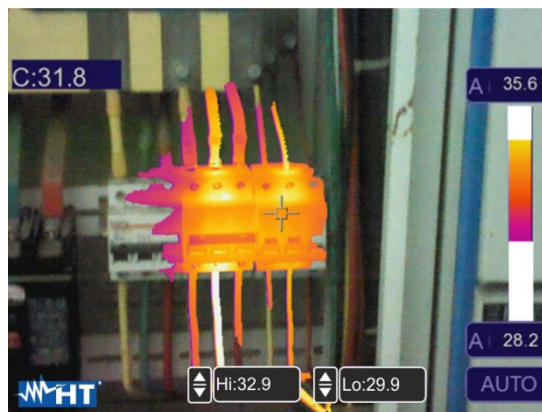

Abb. 40: Auswahl Visueller Bereich
11. Berühren Sie die Felder "Hi" und "Lo" im unteren Teil des Displays und stellen Sie mit den Pfeiltasten ▲ oder ▼ den Wert der **maximalen** und **minimalen** Temperaturschwellen ein. Das Gerät zeigt als radiometrisches IR-Bild die Punkte mit der Temperatur zwischen der "Lo" und der "Hi" Schwelle, und als visuelles Bild die Punkte mit einer Temperatur außerhalb dieses Intervalls (siehe Abb. 40).